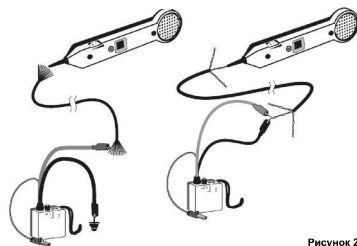

Рисунок 2
1. Присоедините тестовые провода с зажимами «крокодил» тонального генератора к отслеживаемой паре. В случае одного проводника красный зажим «крокодил» присоедините к отслеживаемому проводнику, а черный зажим «крокодил» — к заземлению либо к клемме «земля» креста (оборудования) (см. рисунок 2).
Присоедините модульный щуп с разъемом RJ12 или тестовые провода с зажимами «крокодил» тонального генератора к отслеживаемой паре. В случае одного проводника красный зажим «крокодил» присоедините к отслеживаемой жиле, а черный зажим «крокодил» — к заземлению или к клемме «земля» креста (оборудования) (см. рисунок 2). Переключите тумблер в положение "TONE". Нажмите на щупе кнопку ВКЛ/ВЫКЛ. При необходимости настройте громкость динамика щупа с помощью регулятора громкости на нужной Вам уровень. Подключение тестовой телефонной трубки к выводам индуктивного щупа, автоматически переводит его во включенное состояние. Переключатель на тестовой телефонной трубке должен быть установлен в положение «Разговор» (TALK). Уровень принимаемого сигнала будет максимален на отслеживаемой паре или жиле.